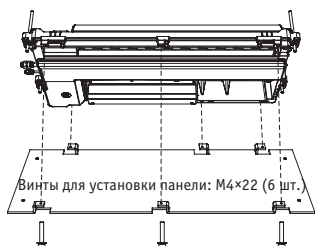

Рис. 5.11
- 2) Прикрепите монтажный шаблон к нижней стороне внутреннего блока с помощью винтов, которыми крепится пластина (см. рисунок 5.11).